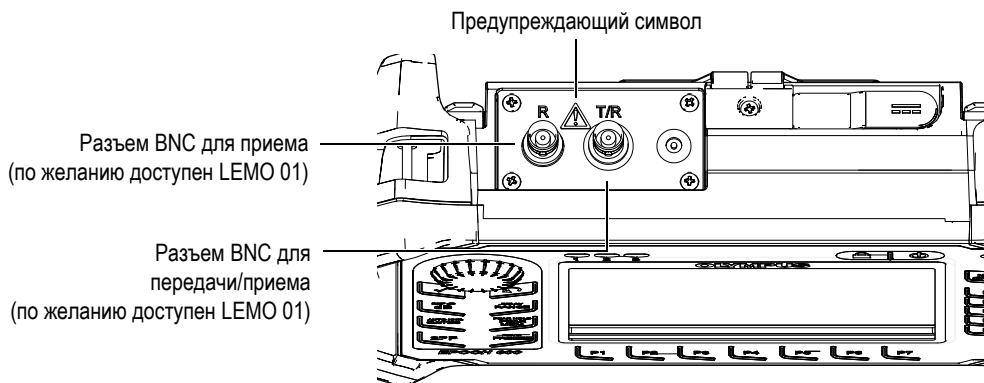

Рис. 3-10 Разъемы для подключения традиционных УЗ-датчиков
Разъемы для подключения традиционных УЗ-датчиков находятся на верхней панели прибора слева. Они легко доступны с передней панели прибора (см. Рис. 3-10 на стр. 65).
Во избежание удара электрическим током не дотрагивайтесь до внутреннего контакта разъемов BNC (или LEMO). На внутреннем контакте может присутствовать напряжение до 400 В. Предупреждающий знак между разъемами BNC приема/передачи (T/R) и приема (R), показанный на Рис. 3-10 на стр. 65, указывает на опасность поражения электрическим током.